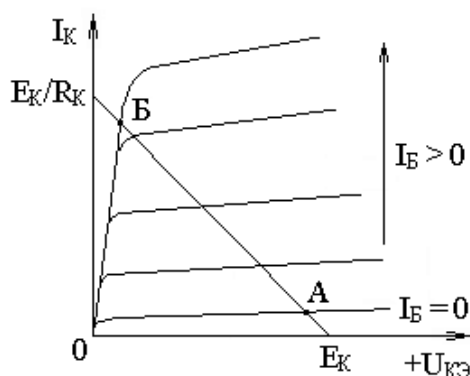

Рисунок 5.2 – Семейство выходных характеристик n-p-n БТ в схеме с ОЭ
**Статический режим.** Для анализа работы ключа в статическом режиме на семейство выходных характеристик БТ наносят так называемую нагрузочную прямую (рис. 5.2):
В соответствии с функциями ключа БТ может находиться либо в режиме отсечки, либо в режиме насыщения. Для обеспечения режима отсечки необходимо выполнить условие  $U_{ВХ} < U_{ПОР}$ . При этом ток базы  $I_B \rightarrow 0$ , ток коллектора  $I_K$  равен обратному току коллекторного перехода  $I_{КЭ0}$ . Для маломощных кремниевых БТ  $I_{КЭ0}$  очень мал. Падение напряжения на резисторе  $R_K$  при  $I_K = I_{КЭ0}$  весьма незначительно и напряжение на выходе ключа  $U_{ВЫХ}$  практически равно напряжению источника питания  $E_K$ . Точнее выходное напряжение можно определить как сумму напряжений на элементах внешней цепи от коллектора к эмиттеру. Точка А на нагрузочной прямой (рис. 5.2) соответствует границе между режимом отсечки и активным режимом.
В режиме насыщения на входе действует напряжение  $U_{ВХ} > U_{НАС}$ , которое вызывает появление тока базы  $I_B > I_{Б_НАС}$ . Ток базы  $I_{Б_НАС}$  соответствует границе между активным режимом и режимом насыщения (точка Б, рис. 5.2). В режиме насыщения оба перехода БТ смещены в прямом
В исходном состоянии БТ находится в режиме отсечки, т. е. входное напряжение  $E_2$  меньше порога отпирания  $U_{ПОР}$ . Задержкой включения называют интервал времени от момента переключения входного напряжения с  $E_2$  на  $E_1$  до начала нарастания коллекторного тока  $I_K$ . Обусловлена задержка зарядкой входной емкости  $C_{ВХ}$  запертого БТ до напряжения отпирания  $U_{ПОР}$ . Завершению этапа задержки включения соответствует точка А на нагрузочной прямой (**рис. 5.2**).
В конце этапа включения БТ оказывается на границе режима насыщения (точка Б, **рис. 5.2**). Входное напряжение  $E_1$  выбирают так, чтобы обеспечить заданную степень насыщения  $S$ . Если  $S > 1$ , то после этапа включения начинается накопление избыточного заряда в базовом и коллекторном слоях БТ за счет инжекции электронов через открытые эмиттерный и коллекторный переходы. Внешние токи при этом существенно не изменяются, т. к. определяются внешними по отношению к БТ элементами схемы.
На этапе выключения происходит дальнейшее рассасывание заряда электронов в базовой области. Уменьшаются ток  $I_K$  и увеличивается напряжение  $U_{КЭ}$ , рабочая точка БТ (**рис. 5.2**) перемещается из положения Б в положение А. Транзистор из активного режима переходит в режим отсечки (оба перехода заперты), токи базы  $I_B$  и коллектора  $I_K$  уменьшаются до нуля, а напряжение  $U_{КЭ}$  возрастает до величины  $E_K$ .